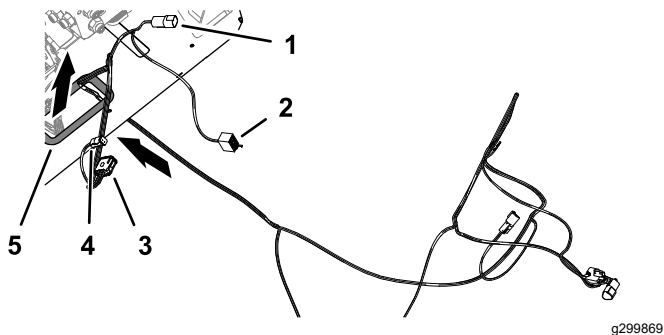

Figura 90
1. En la parte delantera de la máquina, pase los conectores del arnés de cables (Figura 90) con las etiquetas siguientes a través de la parte inferior de la chapa de suelo: